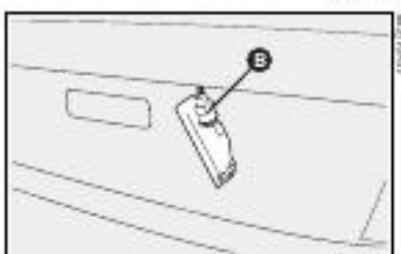

fig. 50
2) retirar a lâmpada **B**-fig. 50 de sua sede empurrando-a e girando-a no sentido anti-horário.